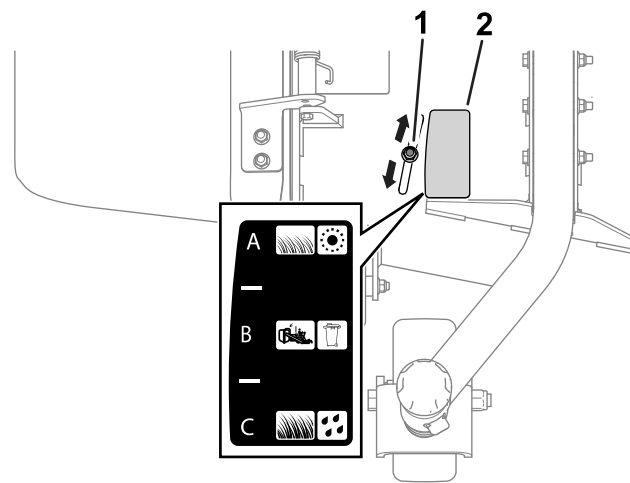

Figure 15
2. Desserrez l'écrou (Figure 15).
Voir la description de chaque position du déflecteur d'éjection dans les sections suivantes : La Figure 15 illustre chaque position (A, B et C) comme représenté sur l'autocollant.